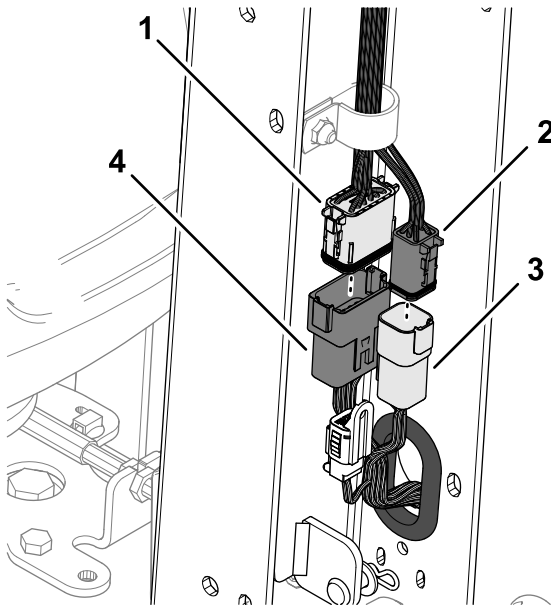

Bild 9
2. Stecken Sie den 12-poligen Stecker des Maschinenkabelbaums in den 12-poligen Stecker des Lenkerkabelbaums (**Bild 9**).